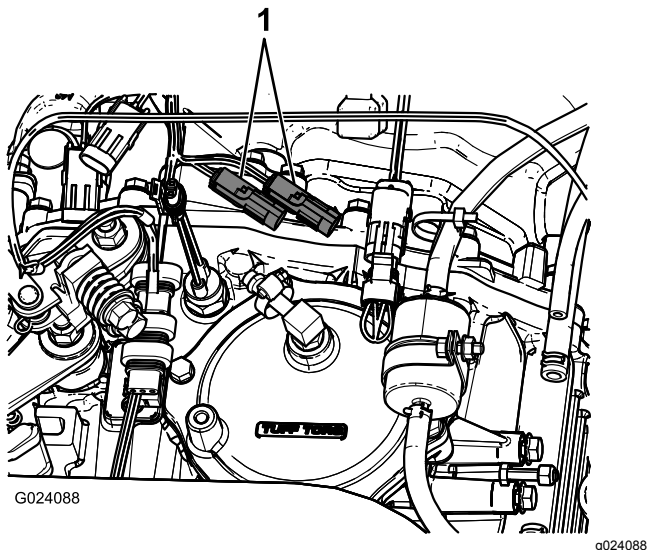

Figura 16
2. Na transmissão da máquina, ligue o conector de 3 pinos da cablagem da máquina do sensor de velocidade ao conector de 3 tomadas da cablagem do pulverizador para o sensor de velocidade (Figura 16).